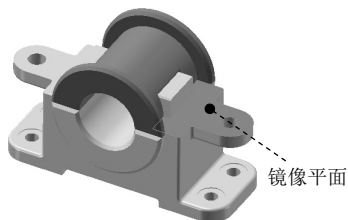

图 7.11.11 镜像轴套零件
Step6. 镜像轴套零件，如图 7.11.11 所示。在设计树中右击  sleeve<1>，在系统弹出的快捷菜单中选择  命令；选择下拉菜单 **插入(I)** →  **镜向零部件(R)...** 命令，系统弹出“镜向零部件”对话框；选取图 7.11.11 所示的平面为镜像平面；选取刚添加的轴套零件为要镜像的零部件；单击  按钮，完成镜像操作。